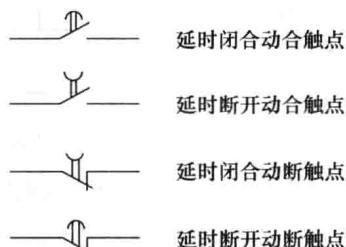

图 1-10 延时联锁
(4) 延时联锁（见图 1-10）。电器线圈的得失电与其联锁不同步。